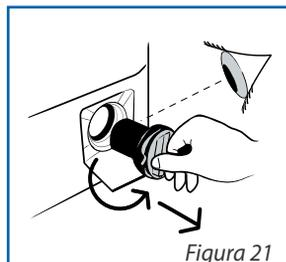

Figura 21
- Desenrosque el filtro y tire hacia afuera. Ver figura 21